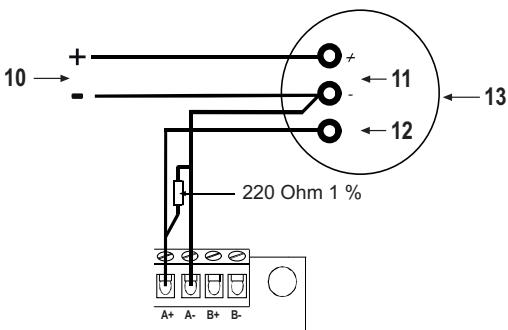

Fig. 7 Conexión de un sensor de generación de corriente 4-20mA (sólo se muestra un circuito para mayor claridad).
- 6) Ao usar os 4 sensores de fornecimento de corrente de 20 mA, o resistor de detecção de corrente de 220 Ohms 1% 0,25 W deve ser encaixado nos terminais do FC410DDM, como mostrado na Fig. 7.